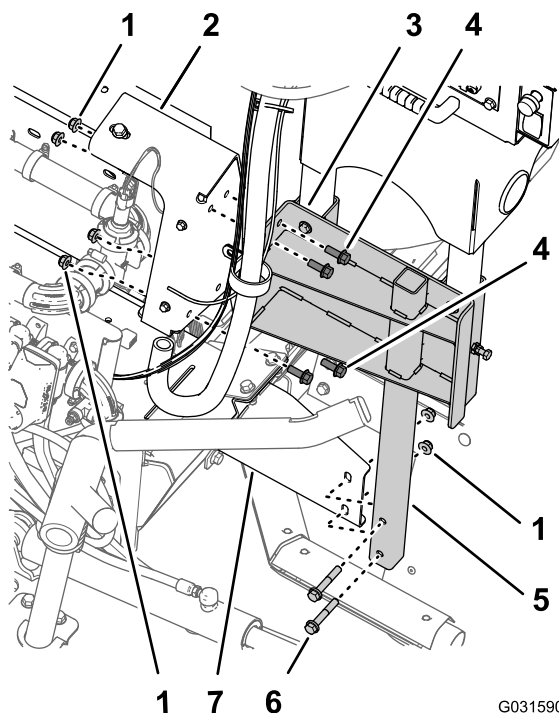

図 182
2. ホースリールのサポートチャンネルの穴を、散布バルブ用のマニホルドマウントの穴に合わせる 図 182。
3. ホースリールの下部チューブフレームの穴を、車体の右フレームチャンネルにある取り付けブラケットの穴に合わせる 図 182。
4. サポートチャンネルをマニホルドマウントに取り付ける 図 182 ステップ 3 マニホルドマウントから収納式ホースリールを外す (ページ 15) で取り外したフランジヘッドボルト 3/8 x 1" 4本とフランジロックナット 3/8" を使用する。
5. 下部チューブフレームを取り付け用ブラケットに組み付ける 図 182 ステップ 2 マニホルドマウントから収納式ホースリールを外す (ページ 15) で取り外し